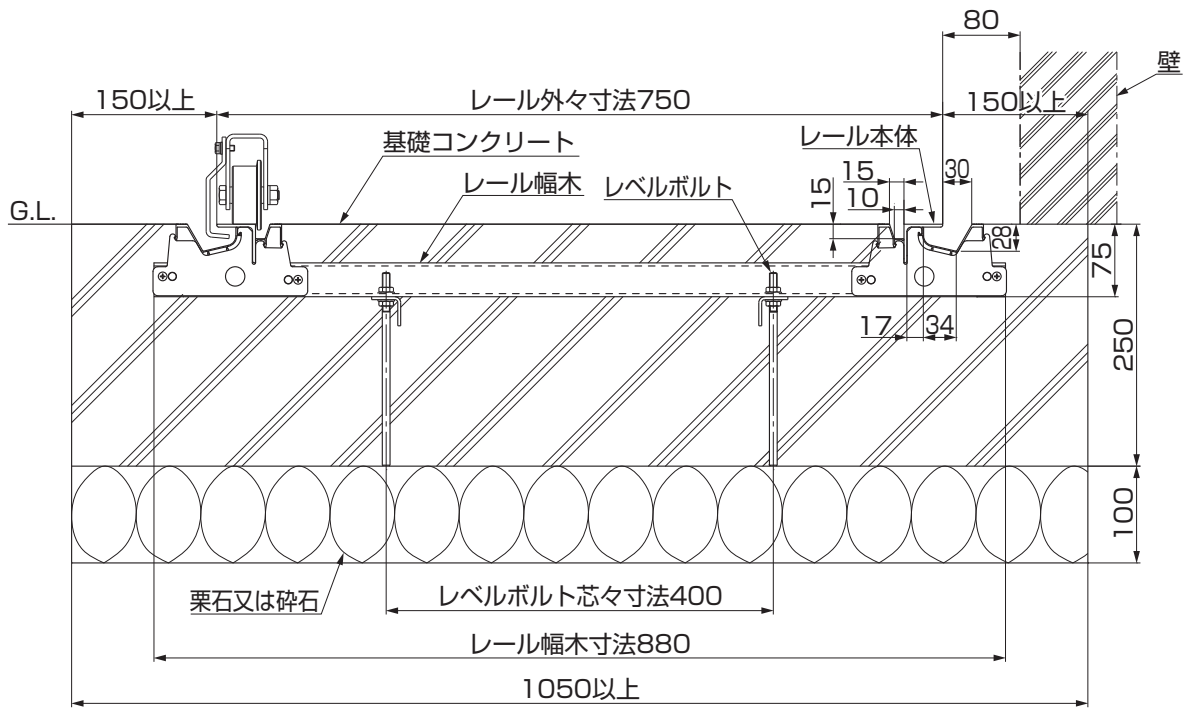

図1-1
- レベルボルトM8×200は基準寸法から-6mm~+15mmの範囲で調整できます。（「1.レールの納まり（断面）」の図1-1参照）